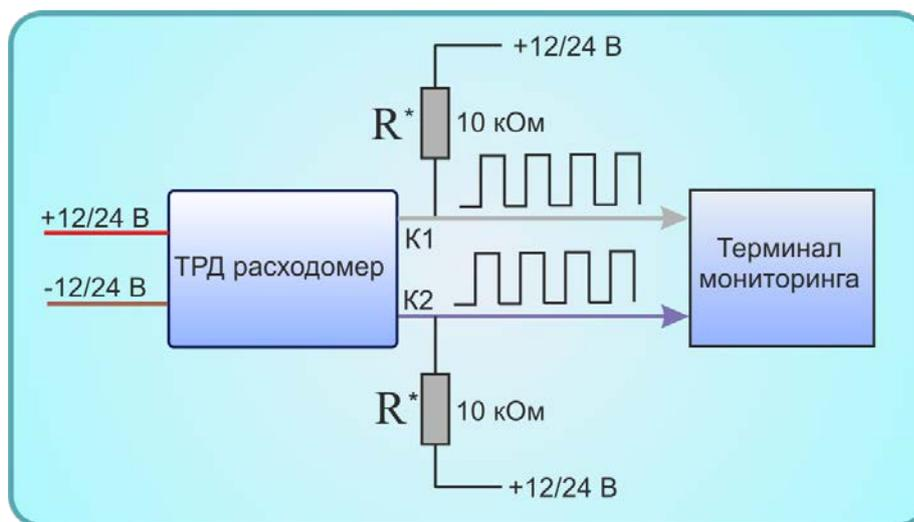

Рисунок 8 – Схема подключения расходомера, R\* - подтягивающий резистор (необходимость наличия зависит от модели терминала)
7. Подключить расходомер к терминалу системы мониторинга (рис. 8).